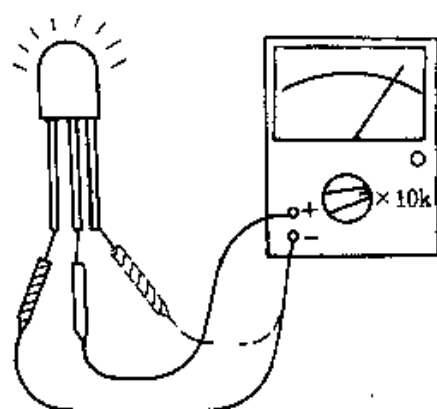

图 2-206
③ 检测三脚变色发光二极管的方法如图 2-206 所示。红表笔接变色 LED 的中间管脚(公共负极),黑表笔分别接左右两管脚,LED 应分别有不同颜色的发亮点,同时表针指示 LED 的正向电阻。